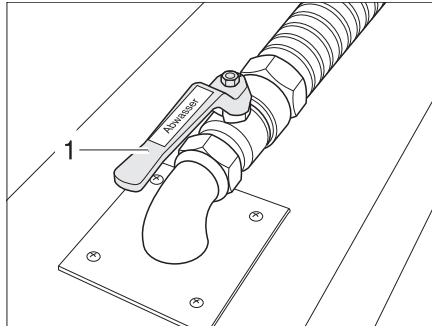

Bild 242 Abwasserhahn
Der Abwasserhahn (Bild 242,2) ist im Doppelboden angebracht. Der Abwasserhahn ist durch den Schriftzug "Abwasser" gekennzeichnet.
- Abwasserhahn (Bild 242,2) öffnen. Das Abwasser läuft ab.